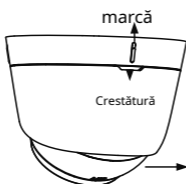

Figura 2. 7 Dezasamblați camera
1. Dezasamblați camera cu turelă rotind camera pentru a alinia creștătura la unul dintre semne, așa cum se arată în Figura 2. 1.